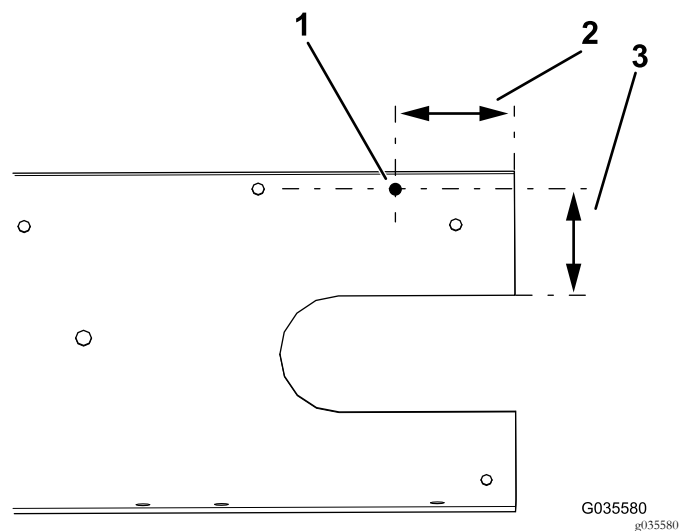

图8
- 在右侧钻孔以放置 ISO 安装支架请参阅 图8 了解孔的正确位置。
注意 切勿将 图8 中第 1 个点的孔钻得过大否则自攻螺丝将无法使用。